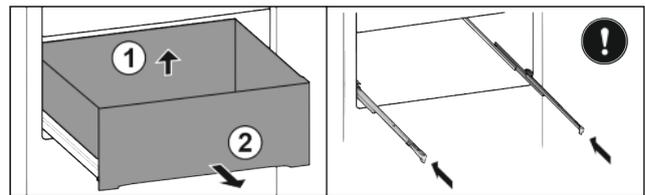

Fig. 38*
- ▶ Schubfach hinten anheben Fig. 38 (1).*
- ▶ Nach vorne entnehmen Fig. 38 (2).*